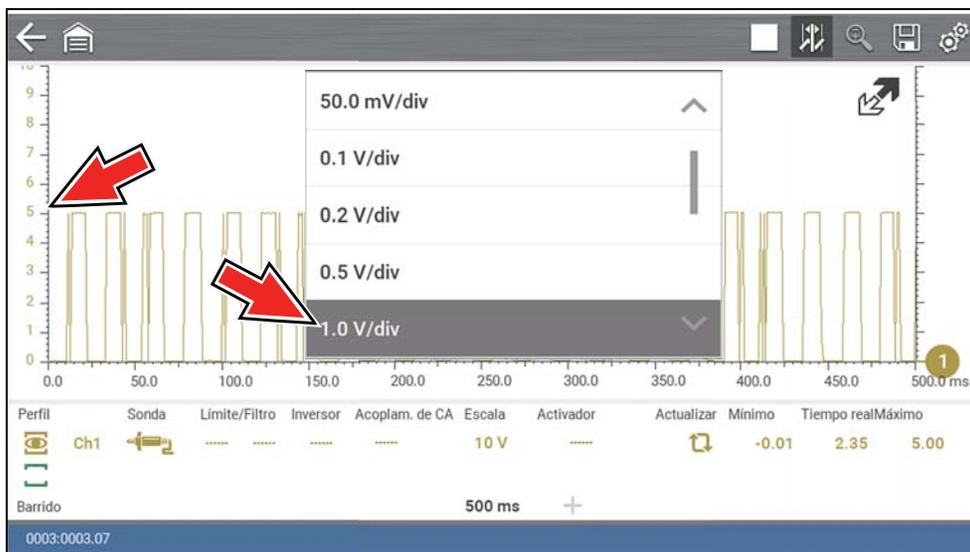

Figura 8-30
**Ejemplo (Figura 8-30):** Al seleccionar 1,0 V/div, se muestra una regla vertical dividida por 10. La regla vertical “siempre” se divide por 10. Por lo tanto, cada división se incrementa en 1,0 V, es decir, una escala de 10 V.